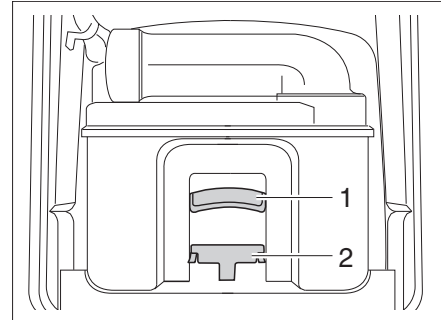

Fig. 384 Cassette Thetford
- Empujar el estribo de sujeción (Fig. 384,2) hacia delante para desbloquear el inodoro cassette y extraer el cassette con el tirador (Fig. 384,1).